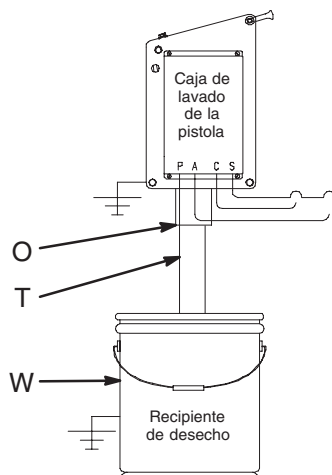
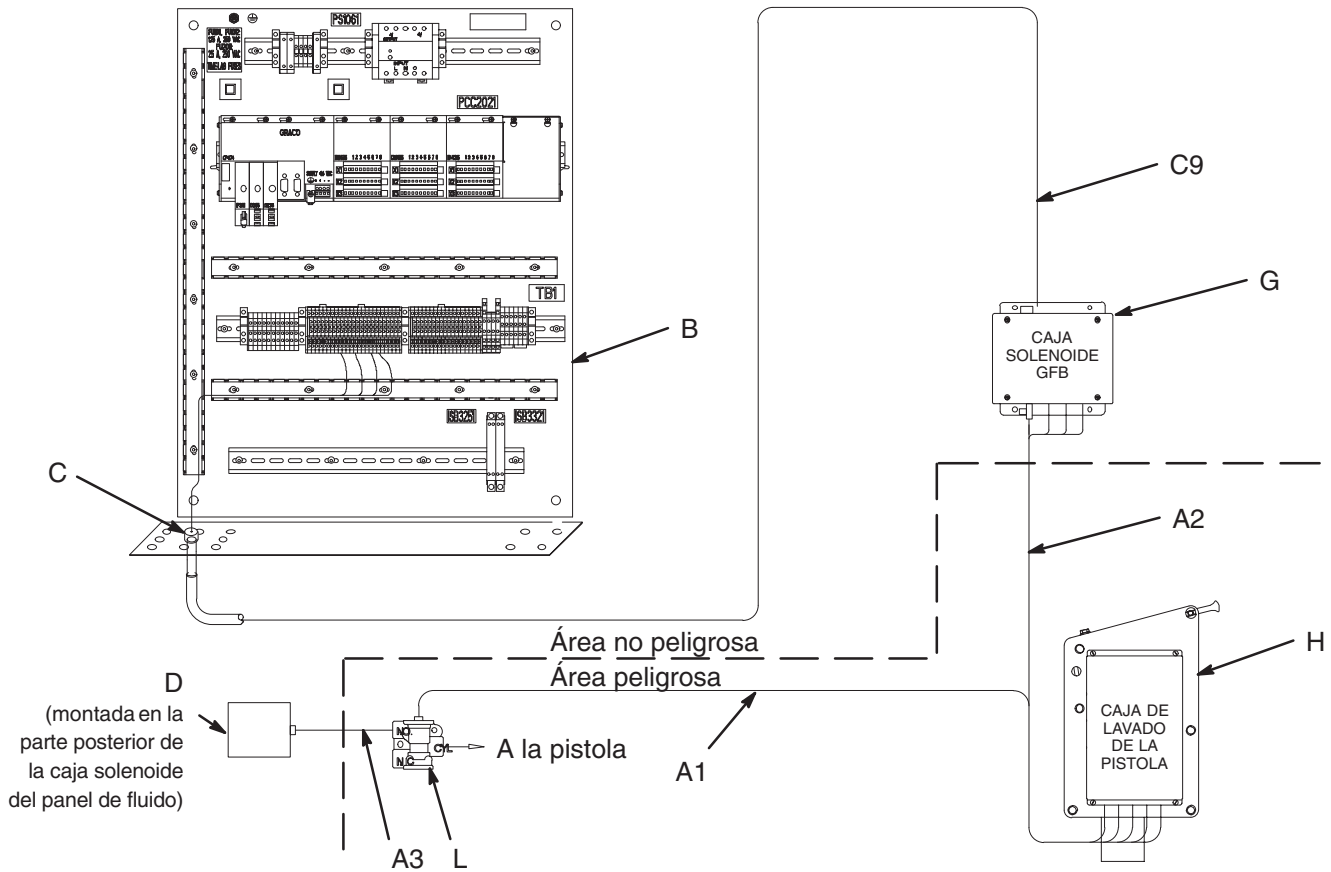

Fig. 3.15
Fig. 3.18 Instalación de la caja de lavado para una pistola
1. Vea la Fig. 3.18. Instale la caja de lavado de la pistola (H) en la cabina de pulverización. Sitúela lo más lejos posible del punto de pulverización o aplicación para evitar salpicaduras durante el trabajo.
2. Instale la caja solenoide de lavado de la pistola (G) en una zona que no sea peligrosa, a menos de 7,6 m de la caja de lavado de la pistola. Se suministran 30,5 m de cable (C9) para conectar la caja solenoide con el controlador (B).
3. Conecte 0,6 m (dos pies) de un tubo o tubería recto (T) entre la salida de fluido de la caja de lavado de la pistola (O) y un recipiente de desecho cerrado (W). Vea la Fig. 3.15.
5. Utilice un suministro de aire limpio y seco, filtrado a 10 micras. Conecte una línea de suministro de aire de 10 mm como mínimo a la caja solenoide de la caja de lavado de la pistola (G).
6. Instale una válvula de cierre del aire de atomización (L) en la línea de suministro de aire de la pistola de pulverización. Vea las Fig. 3.18 ó 3.19.
7. Conecte una línea de aire (A3) entre la válvula (L) y el interruptor del flujo de aire (D).
- * Conecta a la válvula de cierre del aire de atomización (L). Vea las Figs. 3.18 y 3.19.